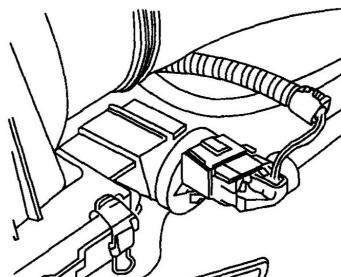

图 1-13 拔下活性炭罐电磁阀的电线插头
(12) 拔下活性炭罐电磁阀 (ACF 阀) 的电线插头, 如图 1-13 所示。